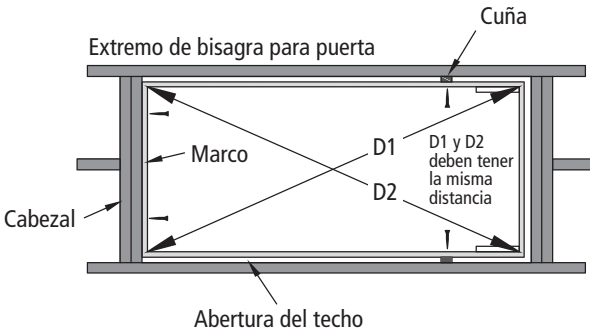

FIGURA 6
F. Asegúrese que el marco en el lado de la bisagra de la escalera este presionado contra el cabezal y que este centrado de lado a lado en la abertura del techo; Asegure temporalmente el marco al cabezal usando pijas de 2 1/2" (Figura 6). No use los agujeros pre-perforados. Los agujeros pre-perforados serán usados en el Paso 2.
G. Abra cuidadosamente la puerta de la escalera de ático pero sin desdoblar la sección para escalar hasta que se indique en el paso 3. Centre y cuadre el lado opuesto del marco de la escalera de ático en la abertura del techo utilizando cuñas. Asegúrese que el marco de la escalera haya sido cuadrado correctamente tomando dimensiones diagonales en el marco hasta con 1/8" de diferencia entre ellas. (Figura 6).
H. Asegure los costados del marco a las vigas del techo con pijas de 2 1/2" en la posición de las cuñas (Figura 6). No utilice los agujeros pre-perforados para las pijas. Agujeros pre-perforados se serán usados en el Paso 2.